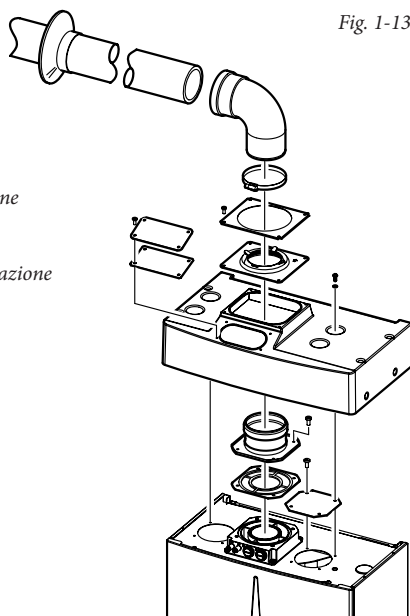

Fig. 1-13
- **Montaggio kit copertura (Fig. 1-13).** Smontare dai fori laterali rispetto a quello centrale i due tappi e le guarnizioni presenti, quindi coprire il foro di aspirazione destro con l'apposita piastra fissandola sul lato sinistro con 2 delle viti precedentemente smontate. Installare la flangia Ø 80 di scarico sul foro più interno della caldaia interponendo la guarnizione presente nel kit e serrare con le viti in dotazione. Installare la copertura superiore fissandola con le 4 viti presenti nel kit interponendo le relative guarnizioni. Innestare la curva 90° Ø 80 con lato maschio (liscio), nel lato femmina (con guarnizioni a labbro) della flangia Ø 80 sino a portarla in battuta, infilare la guarnizione facendola scorrere lungo la curva, fissarla tramite la piastra in lamiera e stringere mediante la fascetta presente nel kit facendo attenzione di fermare le 4 linguette della guarnizione.